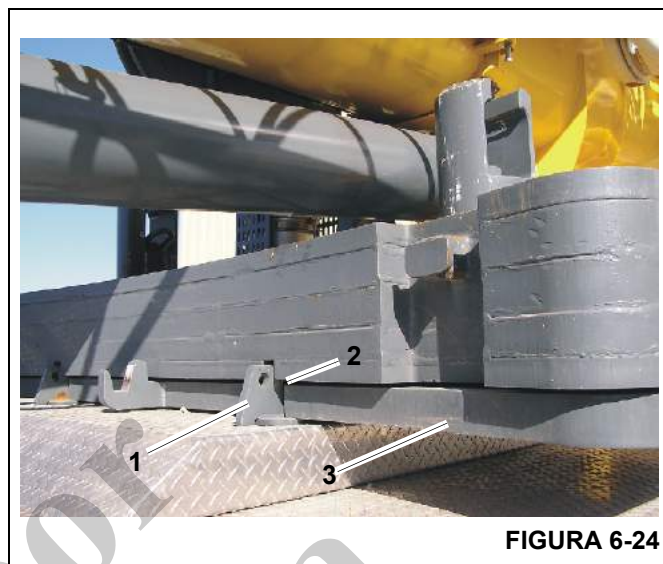

FIGURA 6-24
Hay cuatro escuadras de retención en la plataforma de contrapeso (1, Figura 6-24), las cuales colocan la placa de bandeja de 3000 lb (3) en la posición correcta para aparejar y para una conducción segura.
2. Coloque la placa de bandeja de 3000 lb (3) de forma que las cuatro escuadras de retención (1) se encajen en las cuatro muescas (2).